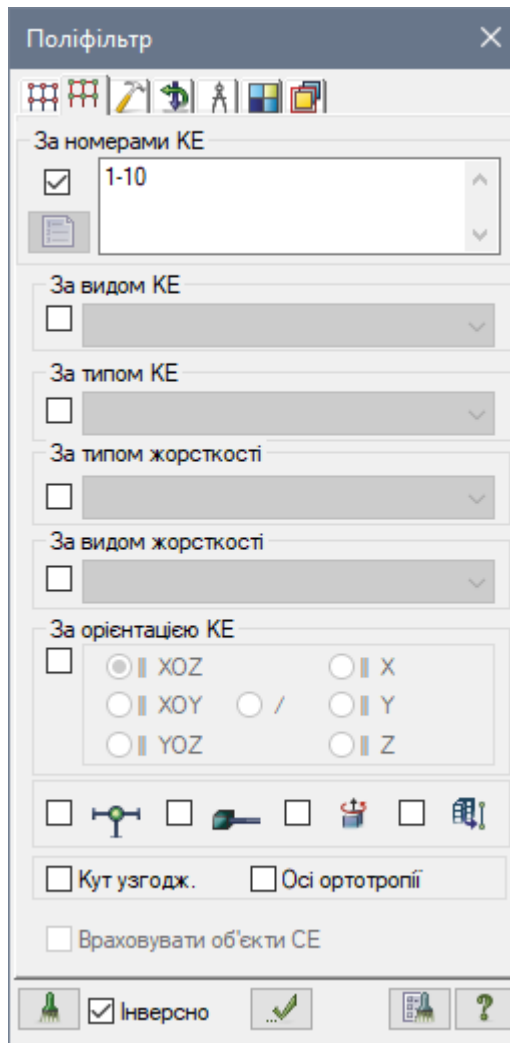

Рис. 8.18. Діалогове вікно **Поліфільтр**
- Натиснувши на кнопку  – **ПоліФільтр** на панелі інструментів **Панель вибору** відкрийте діалогове вікно **Поліфільтр** (рис. 8.18).